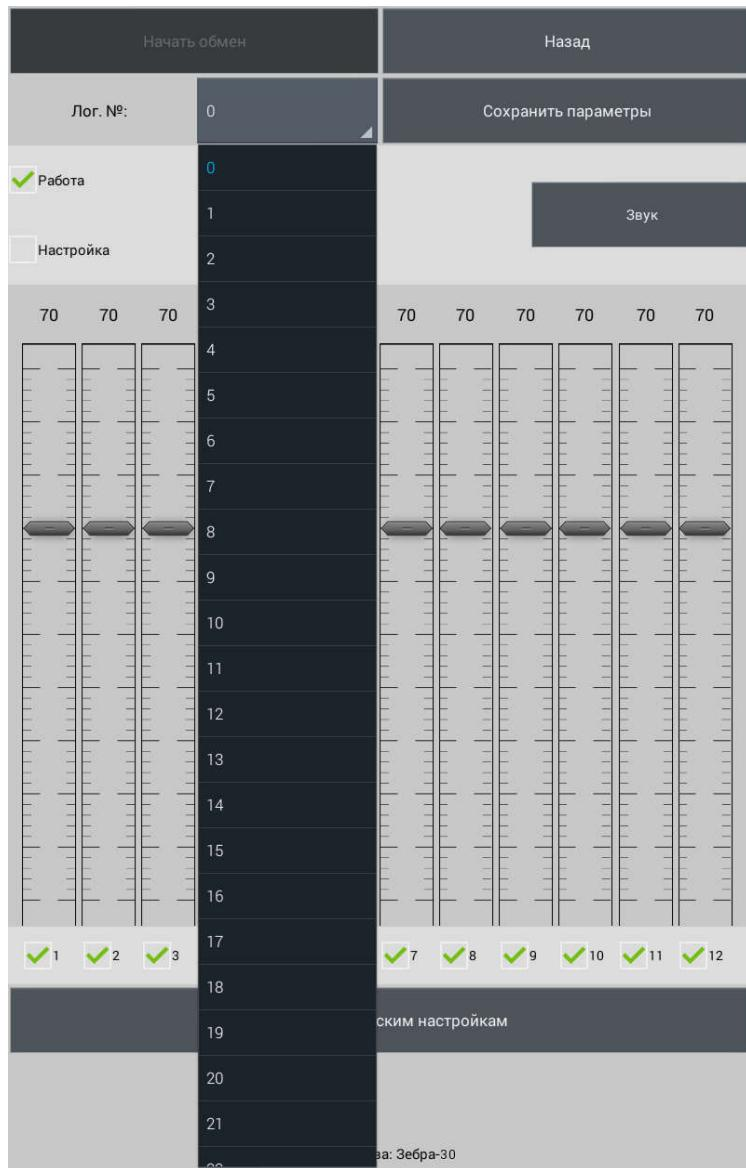

Рисунок 2.20
2.3.7.3.8 Для смены логического номера необходимо выбрать из списка новый логический номер (рисунок 2.20). После успешной смены логического номера всплывает надпись «Логический номер изменен».